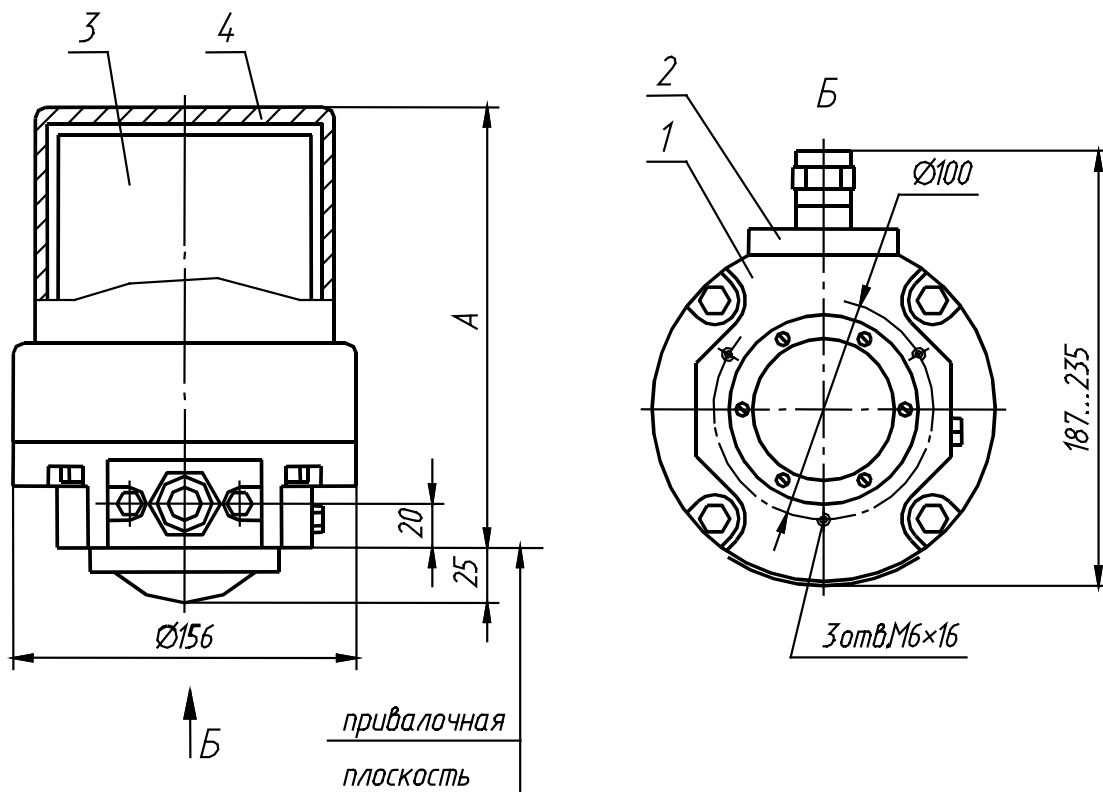

Рис.5.1. Общий вид датчика УЛМ4.01.000, УЛМ4.01.000-А, УЛМ4.01.000-01, УЛМ4.01.000-01-А, УЛМ4.01.000-02, УЛМ4.01.000-02-А.
5.1.1. Датчик выполнен в виде законченного блока, общий вид которого приведен на рис.5.1. Размер А для исполнений УЛМ4.01.000, УЛМ4.01.000-А, УЛМ4.01.000-01-А равен 262мм, для остальных исполнений – 203мм.
8.2. Монтаж датчика выполняется путем стыковки переходного фланца датчика с фланцем контрольного окна резервуара. Присоединительные размеры для стыковки датчика с переходным фланцем приведены на рис.5.1. Габаритные размеры переходного фланца и расположение отверстий для стыковки с фланцем резервуара могут быть изменены по согласованию с разработчиком на этапе заказа.
8.6.1. Снять верхнюю крышку 4 датчика (рис.5.1), отвернув четыре болта крепления.